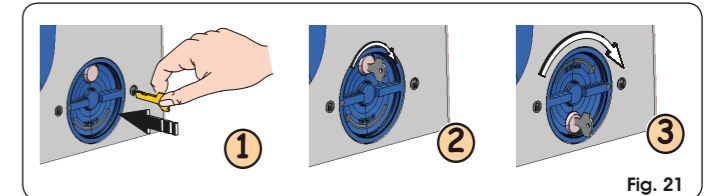

Fig. 21
- Introduzca en la cerradura la llave suministrada en dotación (Fig. 21 Ref. 1)), y gírela en sentido horario como se indica en la Fig. 21 Ref. 2).
- Gire el sistema de desbloqueo en sentido horario unos 180°, tal y como se indica en la Fig. 21 Ref. 3).